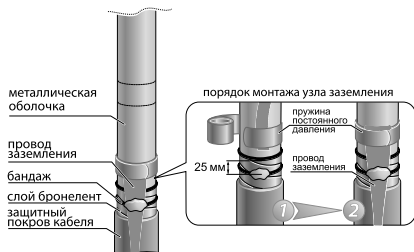

Рис. 1. Комбинированная система заземления
- 2.2 Для ЗКВ(Н)Тп-10: расположить провод заземления вдоль оболочки таким образом, чтобы его подготовленный (распущенный) конец был направлен к срезу бронелент. Прижать провод заземления одним витком пружины так, чтобы нижний край пружины находился на расстоянии не более 10 мм от среза бронелент. Перегнуть провод заземления в обратном направлении и произвести намотку пружины поверх провода заземления до конца (рис.1).